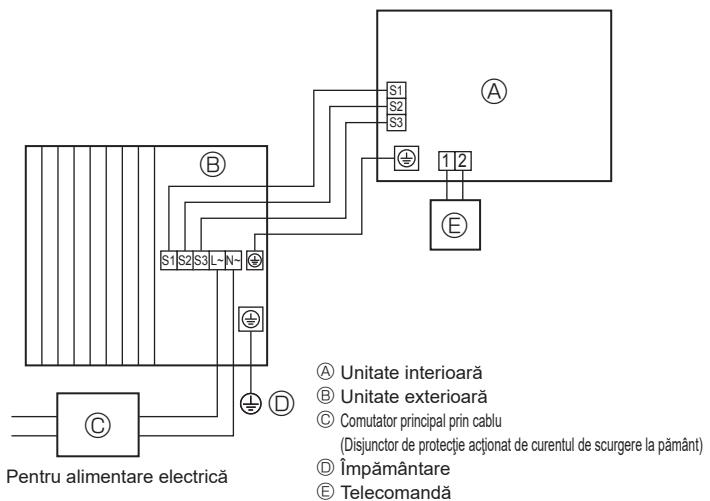

Fig. 6-1
6.1. Unitatea exterioară (Fig. 6-1, Fig. 6-2, Fig. 6-3)
- ① Demontați panoul de întreținere.
- ② Conectați caburile respectând instrucțiunile din Fig. 6-1, Fig. 6-2 și Fig. 6-3.